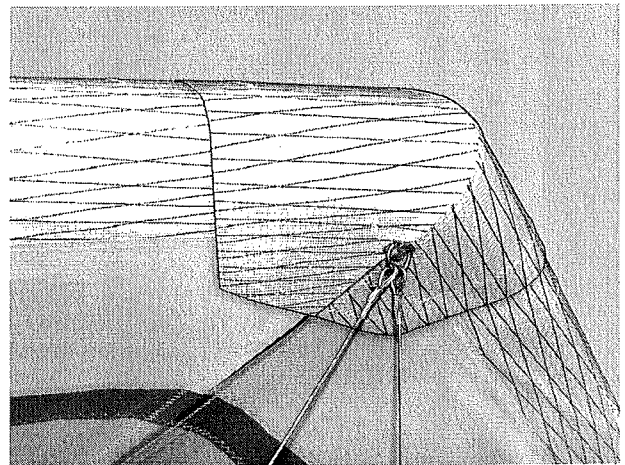

Abb.16
14. Setzen Sie die Nasenkappe auf, so dass sie flach am Ober- und Untersegel sitzt. (Abb.16) .